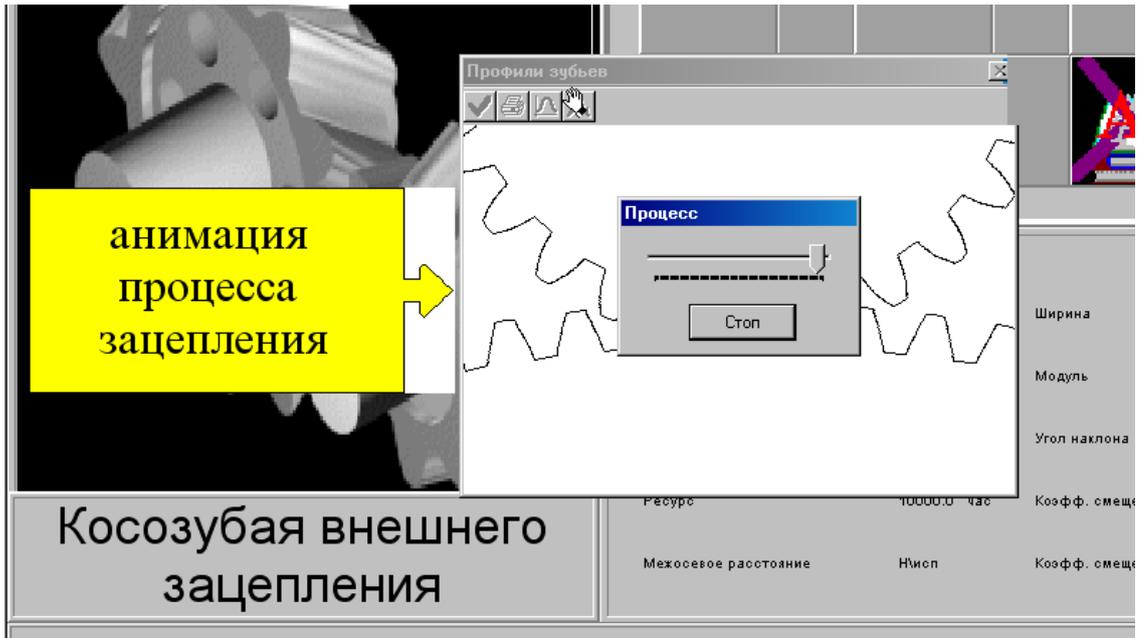

Рисунок 1.30
**Задание 6.** Выберите в окне **Результаты** кнопку **Профили зубьев** и включите анимацию процесса зацепления (рисунок 1.30).